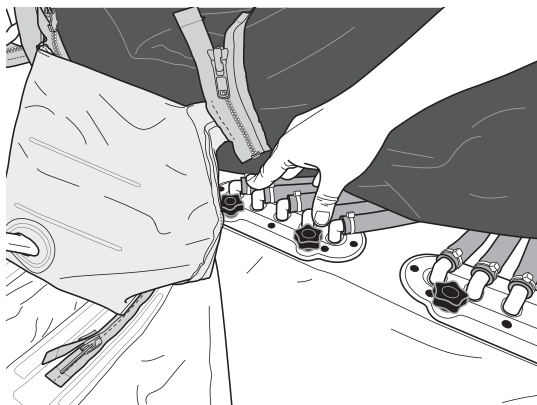

Рис. 7. С усилием нажмите на соединители для воздушных шлангов
3. Если матрас не надувается или слышна утечка воздуха, проверьте, закрыты ли клапаны для СЛР (CPR). Проверьте, нет ли утечки в точке соединения матраса с каркасом. Чтобы затянуть это соединение, см. рис. 7 в разделе «Установка встроенного надувного матраса».